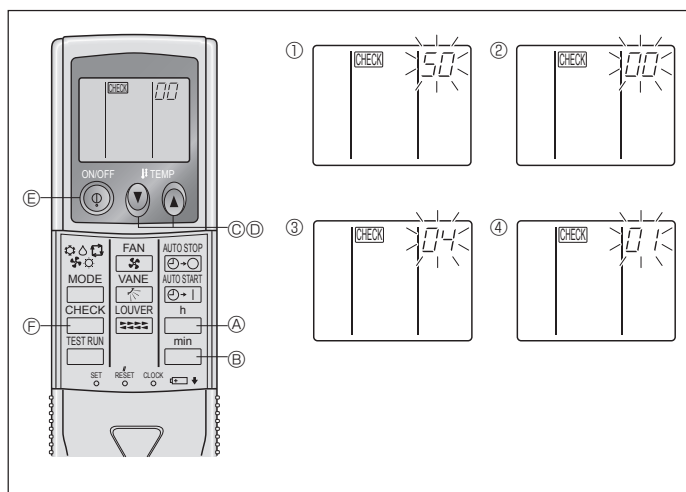

Fig. 6-10
2) For trådløs fjernkontroll (Fig. 6-10)